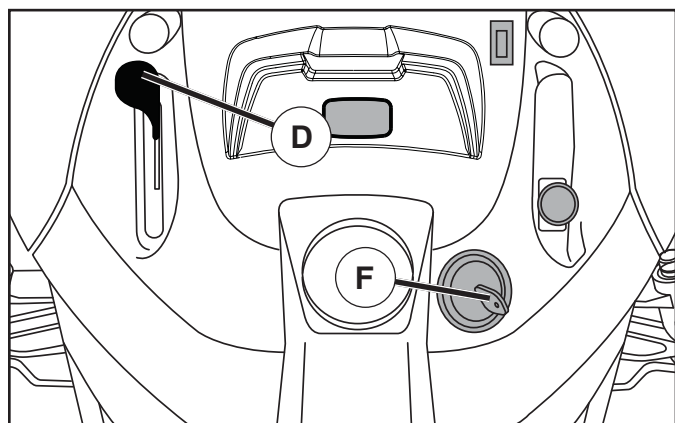

Fig. 19
PARA USAR EL CONTROL DE LA ACELERACIÓN (D) (Vea Fig. 19)
MOVERSE HACIA ADELANTE Y HACIA ATRÁS (Vea Fig. 19)